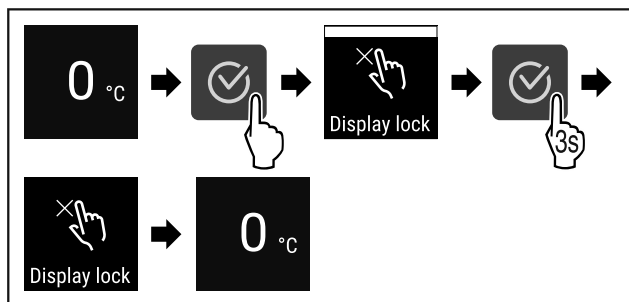

Fig. 77
- ▶ Genomför handlingsstegen (se Fig. 77).